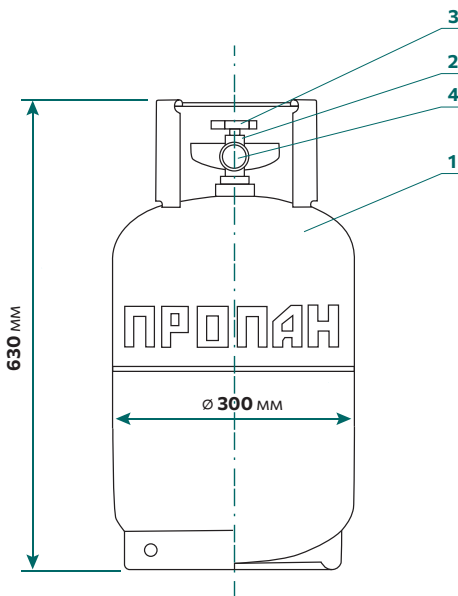

Рисунок 1
5.1 Для присоединения заполненного баллона (1) (см. рис. 1 и 2) к регулятору давления, потребителю необходимо: